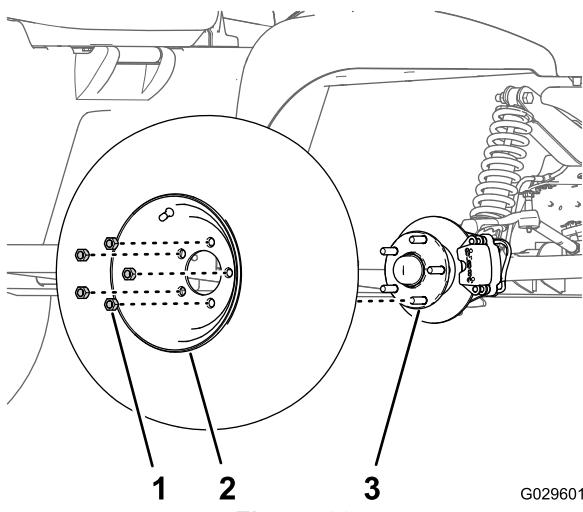

Figura 30
2. Retire as 5 porcas de rodas que prendem a roda ao cubo (Figura 30).
4. Aline os orifícios na roda com os pinos do cubo e monte a roda no cubo com a haste da válvula para fora (Figura 30).
5. Prenda a roda ao cubo com as porcas de roda (Figura 30) e aperte as porcas com 108 a 122 N · m.